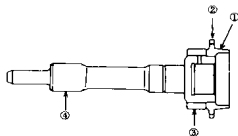

图 10-48
按图 10-48 所示检查锥面①和齿环②的磨损和损坏情况,检查齿轮轮齿③和花键④的磨损和损坏情况,如果磨损和损坏严重,则需更换输入轴。